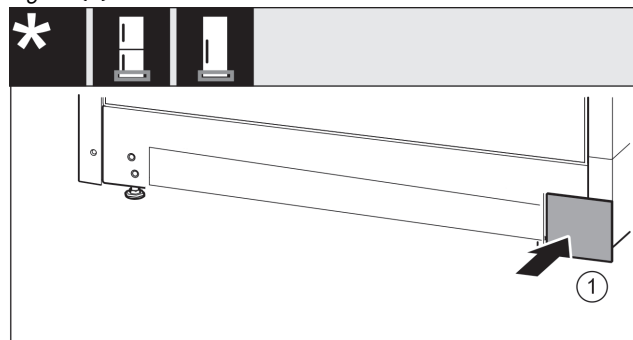

Fig. 17
- ▶ Pange kate teisel küljel taas peale. Fig. 17 (1)